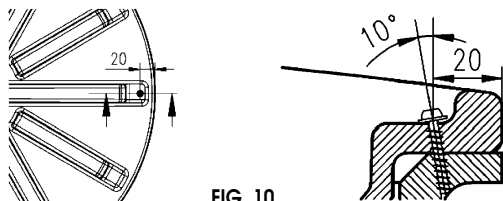

FIG. 10
- Per impedire l'apertura non autorizzata del coperchio (sicurezza bambini), soprattutto in caso di installazione interrata, il coperchio può essere bloccato con la vite fornita: praticare un foro di $\varnothing 3$ mm nell'incavo predefinito sul coperchio e la staffa del serbatoio (angolo di 10°), quindi avvitare. (vedi FIG. 10 - qui sotto).